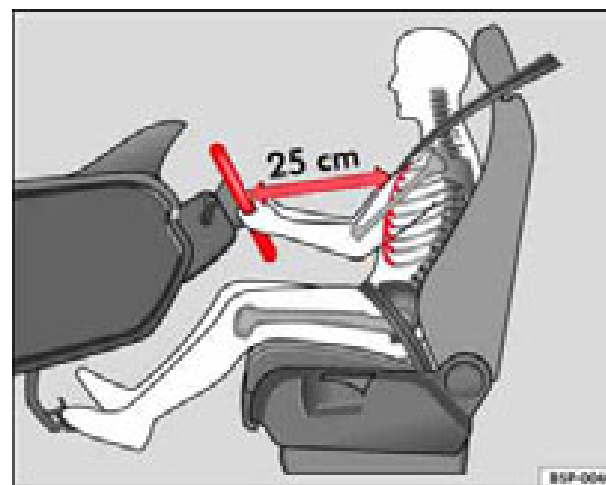

Fig. 111 Posición correcta del conductor
- Ajuste el volante hasta alcanzar la posición deseada ⇒ **fig. 111**.
- Ajuste el asiento del conductor o el volante de modo que quede una distancia mínima de 25 cm entre el volante y el tórax ⇒ **página 155, fig. 111**. ¡Si no respeta la distancia mínima, el airbag no le protegerá adecuadamente y corre peligro de muerte!